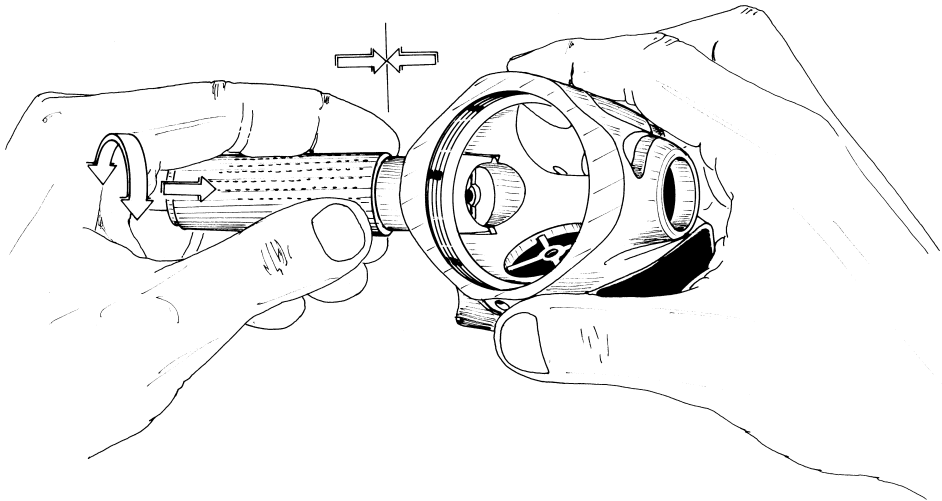

FIG. 7
B.3 Introduzca en la boca de la caja de la 2º Etapa la llave especial (B-36 Cód. 46200383) hasta obtener el enganche con el casquillo de la boca (165) (Fig. 7).